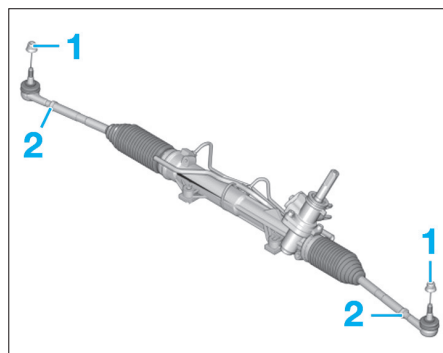

Fig. 17
- Déposer l'écrou de fixation de la rotule de direction (1) (Fig.17).
- Desserrer le contre-écrou (2).